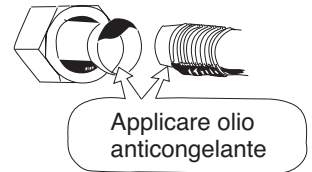

Fig. 12
- Applicare olio anticongelante sulle superfici di contatto, quindi avvitare con le mani. Questa operazione è efficace per ridurre le perdite di gas. (Fig. 12)